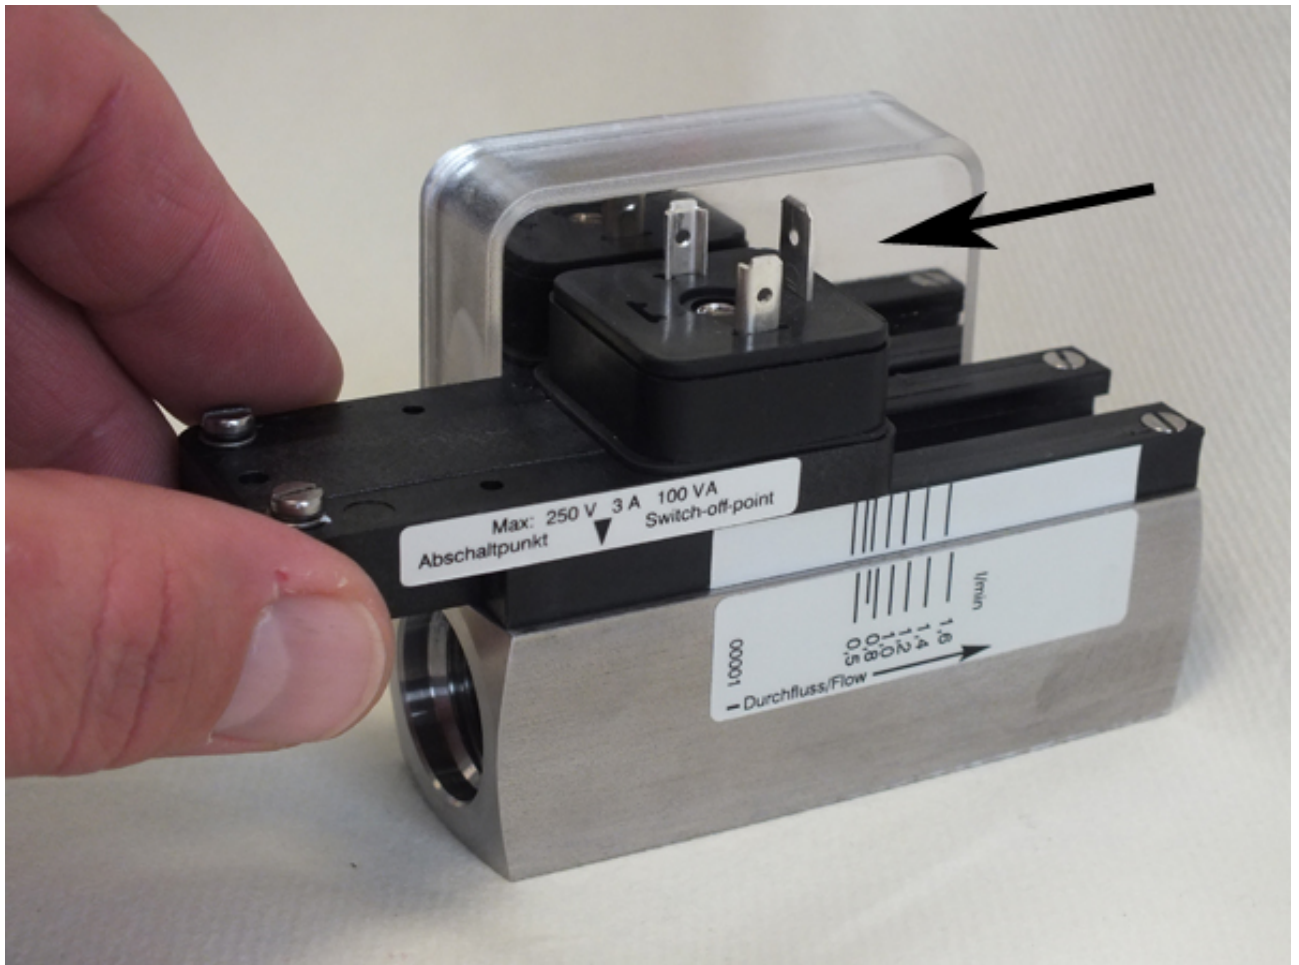

Abb. 74: Schaltkontakt aus Führung schieben
4. ➡ Den Schaltkontakt in Pfeilrichtung (Abb. 74) aus den Führungsleisten schieben